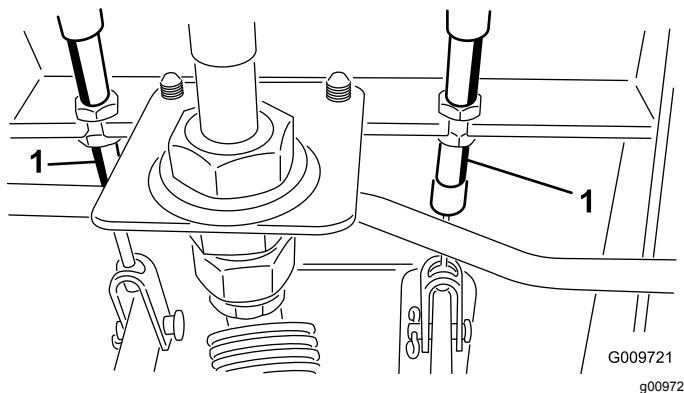

Figura 104
- A. Afloje la tuerca delantera del extremo roscado del cable de freno (Figura 104).